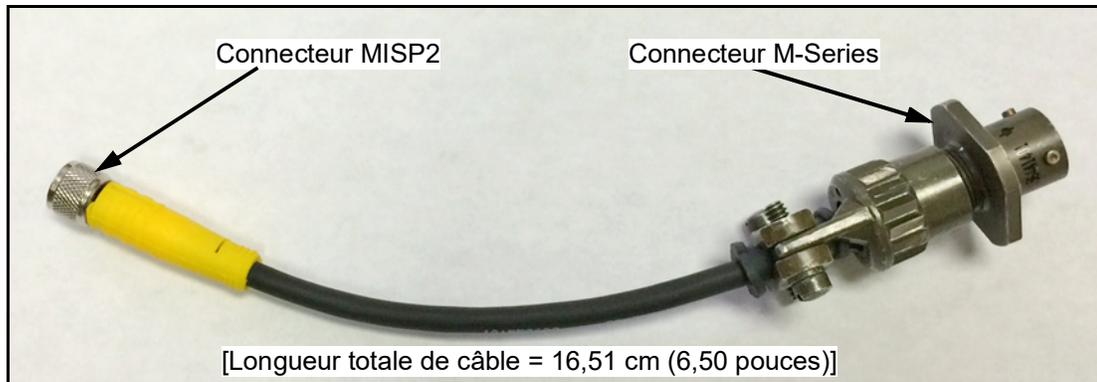

**Figure 5: Câble convertisseur TF-MISP2**
Si le système de mesure hygrométrique existant fait appel à une sonde d'humidité **TF-Series**, le câble correspondant à cette sonde peut être adapté pour être utilisé avec une sonde **MISP2**. Pour adapter le système existant, reportez-vous à la *Figure 5* et procédez comme suit :
3. À l'aide du câble adaptateur Panametrics 704-1362-00, illustré à la *Figure 5* ci-dessus, raccordez une extrémité du câble à la sonde **MISP2** et l'autre au connecteur de câble **TF-Series** existant.